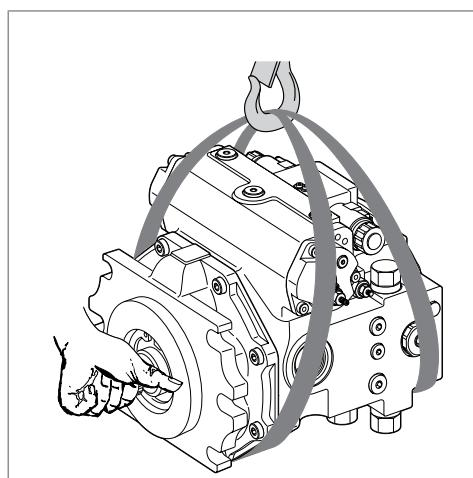

Fig. 6: Trasporto con nastro di sollevamento
- ▶ Sistemare il nastro di sollevamento attorno all'unità a pistoni assiali in modo che esso non scorra su componenti (ad es. valvole, tubazione) e che l'unità a pistoni assiali non venga agganciata a componenti (vedere Fig. 6).